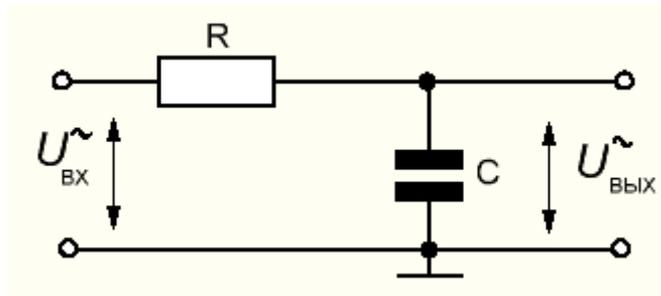

Рис. 2.12
- Соберите схему RC фильтра нижних частот, изображенного на рис. 2.12. Резистор  $R = 1 \text{ кОм}$ , конденсатор  $C = 0.1 \text{ мкФ}$ . Первый канал осциллографа подключается для измерения входного напряжения, второй канал подключается для измерения выходного сигнала.